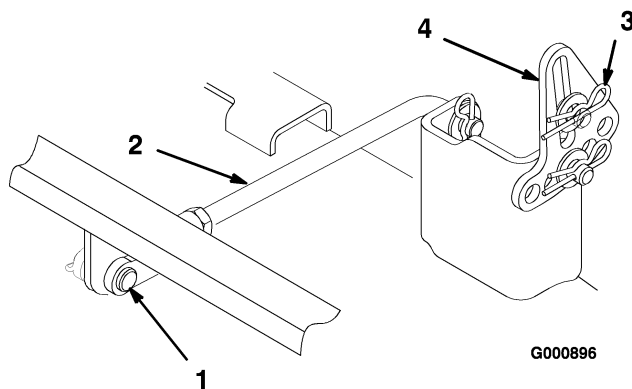

Figure 48
6. Retirez la goupille fendue et l'axe de chape de la tige du tourillon arrière (Figure 48) de chaque côté du plateau de coupe.
7. Retirez la goupille fendue et la rondelle des pattes de mise à niveau (Figure 48) de chaque côté du plateau de coupe. Notez le trou de montage de la patte de mise à niveau en
- Fixez le tourillon arrière à la machine à l'aide de l'axe de chape et de la goupille fendue (Figure 48) de chaque côté du plateau de coupe.
- Glissez les pattes de mise à niveau sur les axes de montage et fixez-les à l'aide des rondelles et des goupilles fendues (Figure 48).